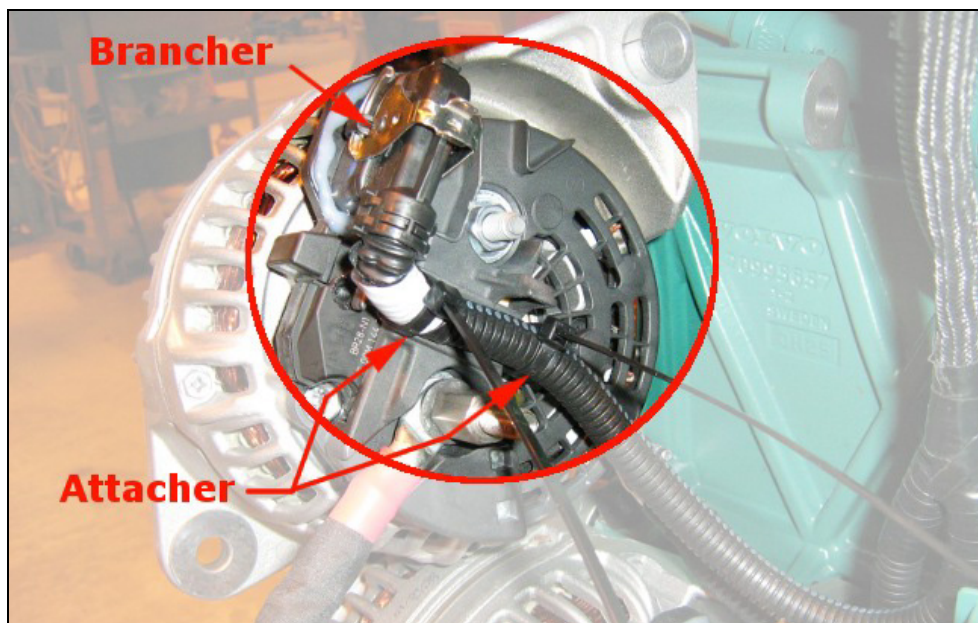

FIGURE 29
16. Brancher le câble de l'alternateur sur le connecteur de l'alternateur et les fixer avec des attaches de nylon #504637 (FIGURE 29).